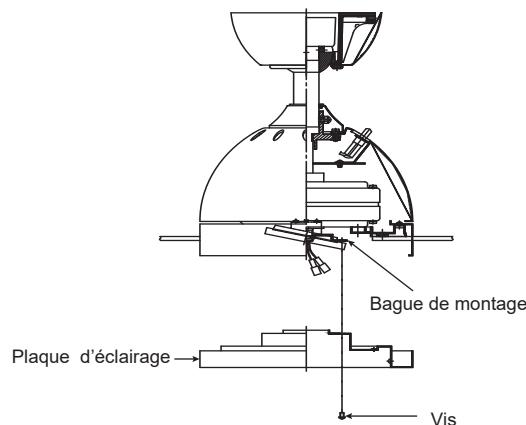

Fig. 17
Étape 1. Desserrez les deux vis sur la bague de montage fixée à l'arbre du moteur, puis retirer et conservez la troisième vis. (**Fig. 17**).